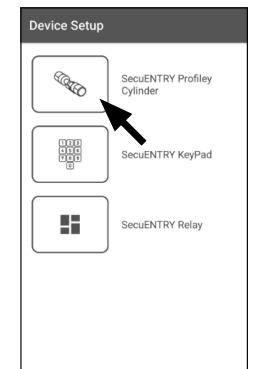

Abb. 8
- Über das dargestellte Auswahlmenü tippen Sie auf „*secuENTRY Profily Cylinder*“, um Ihren secuENTRY Zylinder einzurichten (Abb. 8).